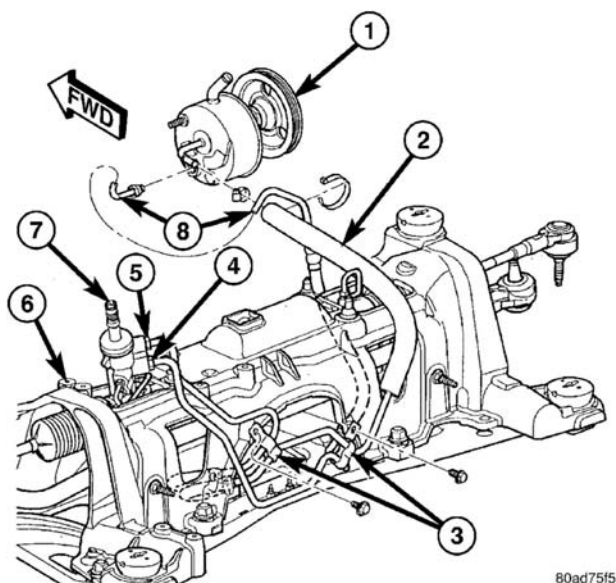

图 19 压力软管和回流软管—2.4L
(3) 升起车辆。（请参见润滑与保养/举升—标准程序）
(4) 卸下前排放物蒸发炭罐。（参见 25—排放控制/蒸发排放物/蒸发炭罐—拆卸）
(5) 把一放油盘放到车辆下面来接收动力转向液。
(6) 卸下动力转向泵压力接头上的压力软管管螺母并从泵上卸下软管（图 19）。
(7) 拆下将右敷设夹固定到前悬架托架横梁上的螺栓（图19）。将压力管从夹子上拆下。
(8) 拆除动力转向机上的压力管螺母，并从齿轮上取下软管（图19）。
(9) 从车上拆下动力转向液压管。
(4) 朝向动力转向泵通过托架横梁敷设软管，避免死弯或扭结。
(5) 将动力转向液压力管路端部装入泵的压力出口接头（图19）。将管螺母拧入出口接头，但是此时不要拧紧。
(6) 在托架横梁后面敷设软管，将软管端部放入转向机口。此时不要拧紧软管螺母。
（7）将软管装进右敷设夹中（图19），然后将安装螺栓装进托架横梁中。螺栓拧紧至23 N·m (200 in. lbs.)扭矩。